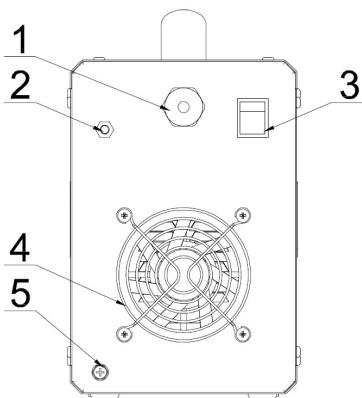

Рис.2. Задняя панель
Для подключения аппарата к сети, необходимо использовать сетевой кабель (Рис.2, п.1). Его необходимо подключить с требуемыми параметрами и проверить соединение, т.к. окисления могут привести к серьезным последствиям и даже поломке. Другой конец сетевого кабеля подключите к соответствующему разъему на задней панели аппарата. Заметьте, что аппарат **TIG-217 DP AC/DC** **необходимо** подсоединить к **однофазной** питающей сети с напряжением **220В**. Затем проверьте с помощью мультиметра, чтобы технические данные аппарата соответствовали напряжению и частоте питающей сети.
**Снабжение газом:** Подсоедините газовый шланг к медному штуцеру (Рис.2, п.2). Система газоснабжения, состоящая из газового баллона, редуктора и газового шланга, должна иметь плотные соединения, чтобы обеспечить надежную подачу газа, что является чрезвычайно важным для осуществления TIG сварки.
После выполнения действий, указанных выше, переведите тумблер выключателя электросети в положение "Вкл." (Рис.2, п.3), аппарат начнет свою работу с включения дисплея и работы вентилятора.